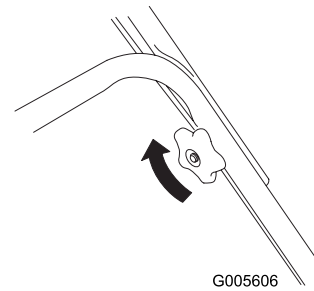

Figura 8
6. Apriete todo lo que pueda los pomos del manillar (Figura 8).